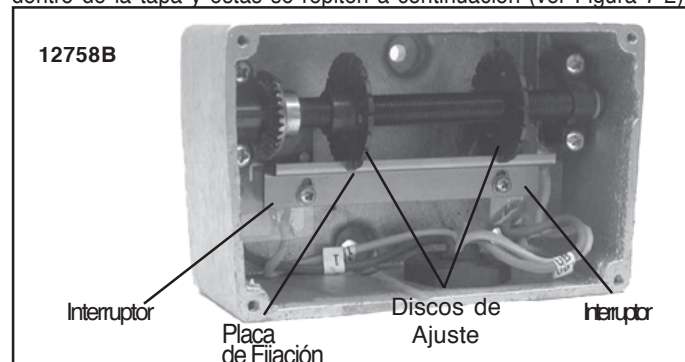

Figura 7-2. Ajuste del Interruptor de Límite Tipo Tornillo
b) **Procedimiento.** Quite la carga del gancho. Para desconectar el interruptor de límite con engranajes, consulte la Figura 7-2. Extraiga la tapa del interruptor de límite y afloje los dos (2) tornillos que sujetan la placa de fijación en su lugar. Permita que la placa de fijación se deslice hacia abajo y se desenganche de los discos de ajuste. No gire los discos de ajuste.
Coloque el bloque inferior tres pulgadas (3"; 7.62 cm) por debajo del punto en que se activa el interruptor de límite operado por bloque. El interruptor de límite con engranajes se debe reconectar deslizando la placa de fijación de regreso a su posición, asegurándose de que las ranuras en los discos de ajuste hayan quedado bien enganchadas, y ajustando los tornillos de la placa de fijación a 4 pulg.-lbs. (Ver Figura 7-2). Luego, debe probarse el interruptor de límite con engranajes.
Este interruptor de límite tiene un tornillo giratorio accionado por una reducción de engranajes acoplada al extremo del eje del tambor. Los discos de ajuste operan los contactos de interruptores separados, uno para el circuito de elevación y otro para el circuito de descenso. El interruptor debe ser conectado en conformidad con el diagrama de conexiones adecuado, el cual se envía con el polipasto. Las instrucciones para ajustar el interruptor de límite están dentro de la tapa y éstas se repiten a continuación (ver Figura 7-2).